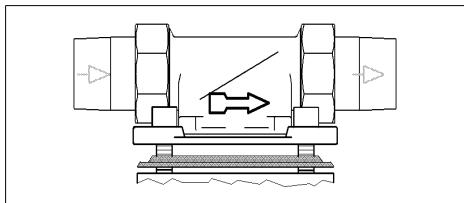

Abb. 1: Einbaudrehflansch
- Fliessrichtung (siehe Abb. 1)